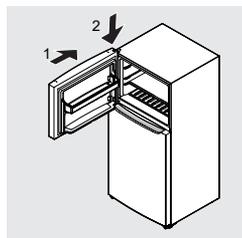

figura 10
11. Baje la puerta del congelador en posición de apertura sobre el pasador de la bisagra central y cierre la puerta (consulte la figura 10).